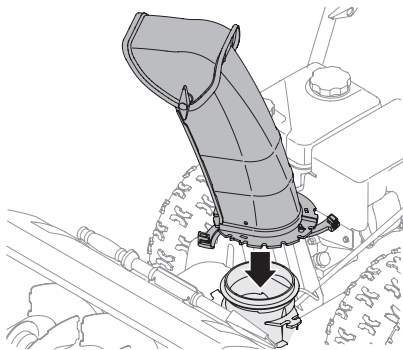

Figura 2-13
1. Ubique el conjunto del canal sobre la base. Consulte Figura 2-13.